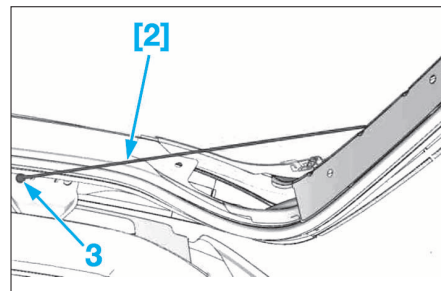

FIG. 119
- A l'intérieur du véhicule, arrimer la corde au point de fixation de la charnière du hayon (3), comme illustré (Fig.119).